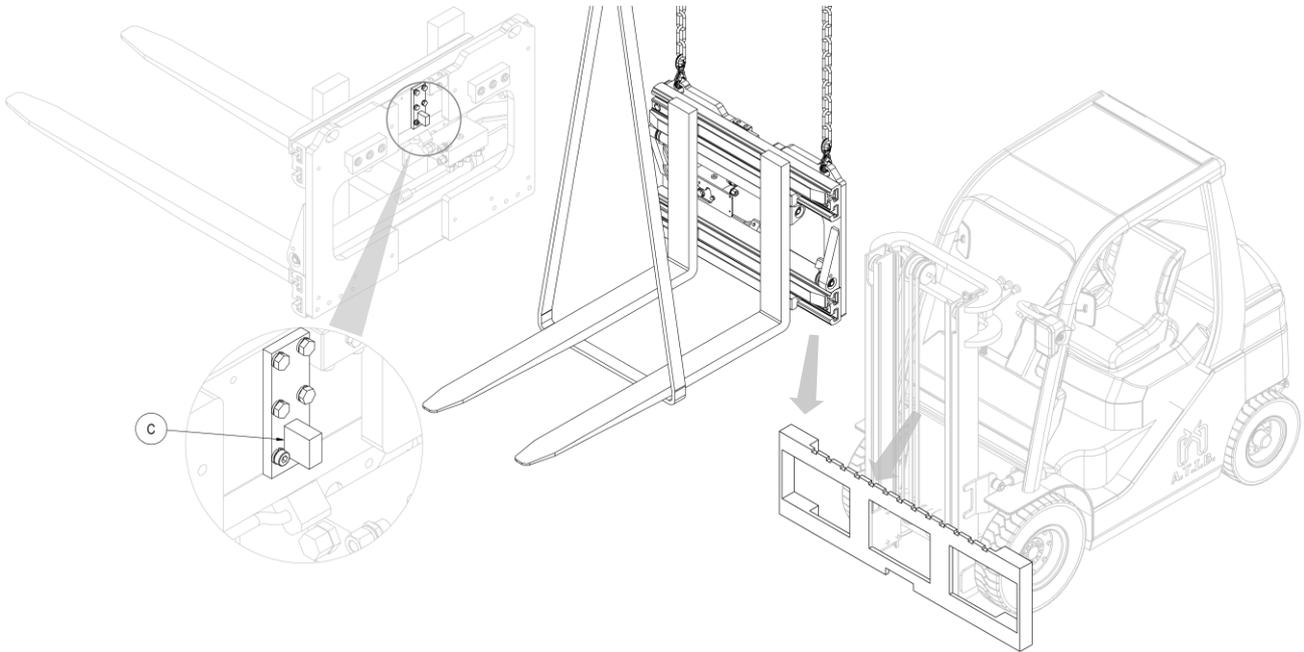

Abbildung 3
6. Positionieren Sie das Anbaugerät mittels eines Laufkrans oder eines Hebezeugs mit ausreichender Tragkraft auf dem Gabelträger. Bitte darauf achten, dass das Zentrierteil C in die mittlere Kerbe des Gabelträgers einpasst (siehe *Abbildung 3*).